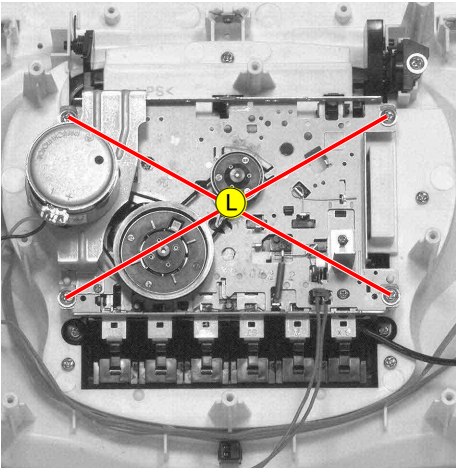

Fig. 10
- 4 Schrauben Ⓛ (Fig. 10) herausdrehen.
- Undo 4 screws Ⓛ (Fig. 10).